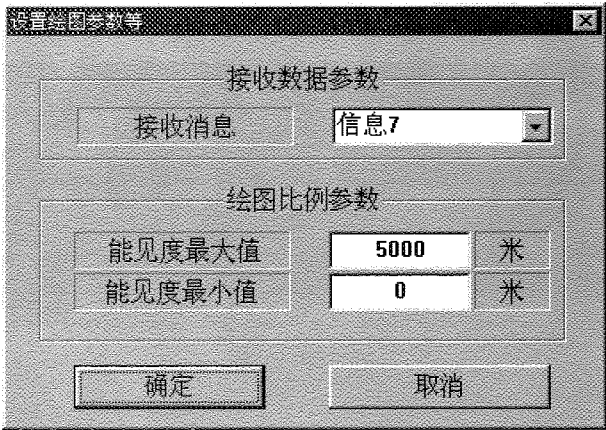

图 7-29 设置绘图参数
(9) 点击“设置绘图参数”,可以改变绘图比例参数,如图 7-29 所示。